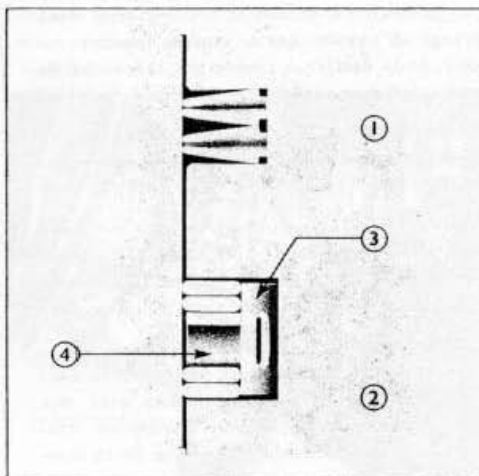

Fig. 26 = Disposition des segments à Lamelles
Le segment râcleur situé au-dessus de l'axe de piston est constitué par 4 lamelles; un ressort circulaire placé entre la deuxième et la troisième lamelle maintient le segment intimement collé aux deux bords de la gorge; il existe également un extenseur entre les lamelles et le fond de la gorge. (Fig. 26).
3. Les lamelles du 3ème segment de compression sont concaves ou convexes selon qu'on part du haut ou du bas. Une fois en place sur le piston, les lamelles doivent être disposées comme le montre la Fig. 26: